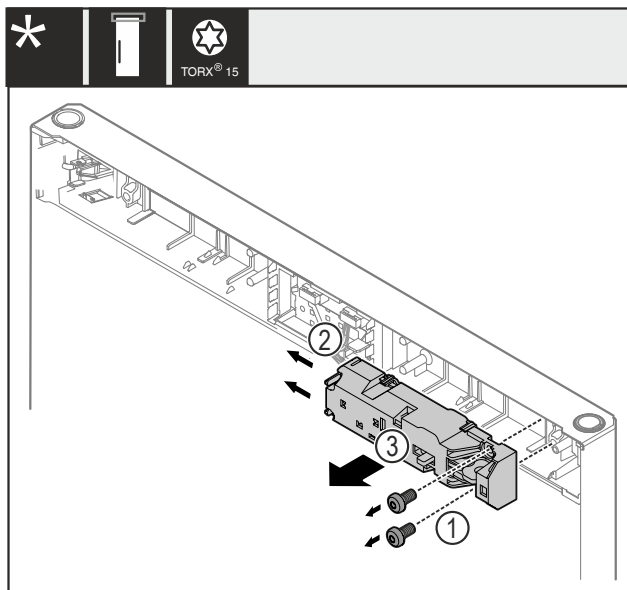

Fig. 24
- ▶ Odstranite vijake Fig. 24 (1).
- ▶ Zaklepni zatič Fig. 24 (2) potisnite v stran in snemite daljinsko ključavnico Fig. 24 (3).